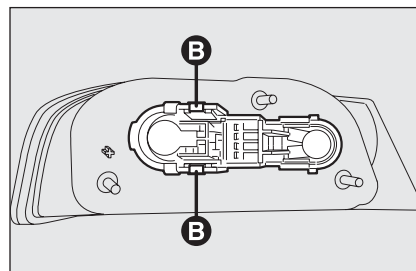

fig. 39
- estrarre il gruppo portalampane agendo sulle linguette di ritegno **B-fig. 39**;
- reinserire il gruppo portalampane fissandolo correttamente in posizione mediante le linguette di ritegno **B-fig. 39**;